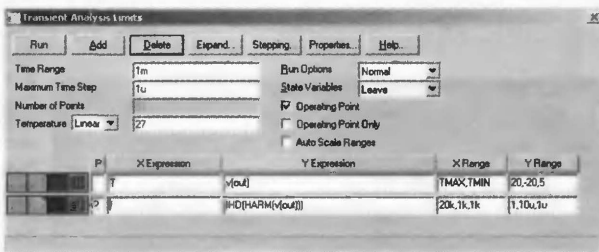

Рис. 9
Итак, открываем окно анализа (рис. 9).
Устанавливаем в нижнем пределе значение 3m, в верхнем — 4m. Теперь измерение будет происходить с третьего по четвертый период основной частоты. В окне **Time Range** панели на рис. 9 надо обязательно установить тоже 4m. Эти времена достаточно произвольны, главное — чтобы разница между ними была равна периоду основной частоты (1m). Слишком большими их устанавливать не стоит, так как они увеличат время анализа.
2. Допустим, что в схеме усилителя присутствуют конденсаторы большой емкости, например, в цепи общей ООС или в цепи стабилизации режима (сервоуправления), которые в процессе анализа могут изменить свой заряд. В основном это заметно, когда в выходном напряжении усилителя присутствуют существенные по уровню четные гармоники. Лучше на время анализа спектра такие цепи из схемы временно исключить: например, частотно-зависимую цепь стабилизации режима заменить батареей. Но если этого по каким-либо причинам не хочется делать, можно воспользоваться режимом **Leave** или **Read** (см. рис. 9).